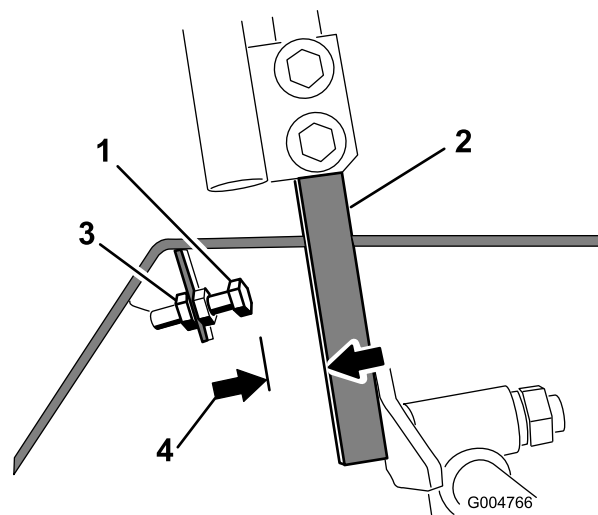

図 63
4. 左右どちらかのコントロールレバーで、ストップボルトについているジャムナットをゆるめる(図 63)。